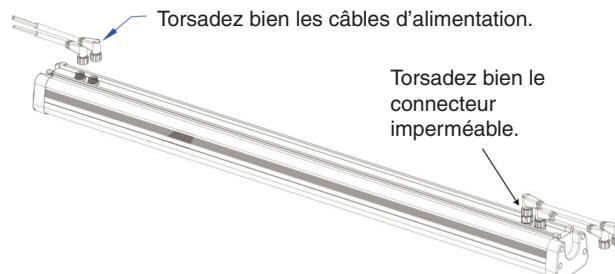

Fig. 4
4. Câblage: Comme illustré dans la **Fig 4**., branchez le câble d'alimentation (**D**) et le câble du variateur (**E**) au bout d'entrée. Branchez le câble de connexion de l'alimentation (**G**) et le câble de connexion du variateur (**H**) au bout opposé.